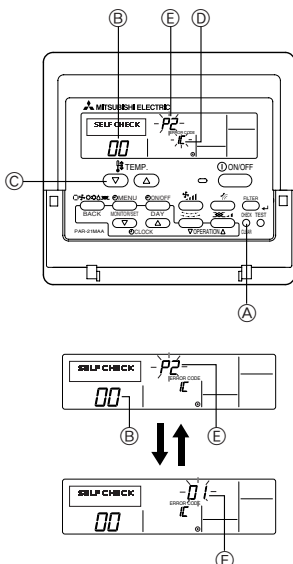

Fig. 7-2
7.3. Αυτόματος έλεγχος (Fig. 7-2)
- ① Τροφοδοτήστε με ρεύμα τη μονάδα.
- ② Πατήστε δύο φορές το κουμπί [CHECK] (ΕΛΕΓΧΟΣ).
- ③ Ορίστε τη διεύθυνση ψυκτικού με το κουμπί [TEMP] εάν χρησιμοποιείται έλεγχος συστήματος.
- ④ Πατήστε το κουμπί [ON/OFF] για να σταματήσει ο αυτόματος έλεγχος.